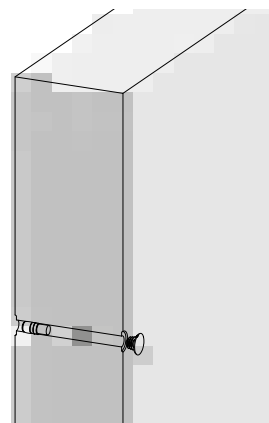

Abb. 78.5
4. Einschlaghilfe entfernen und Ankerloch verschließen (Abb. 78.5 und Seite XT-76).